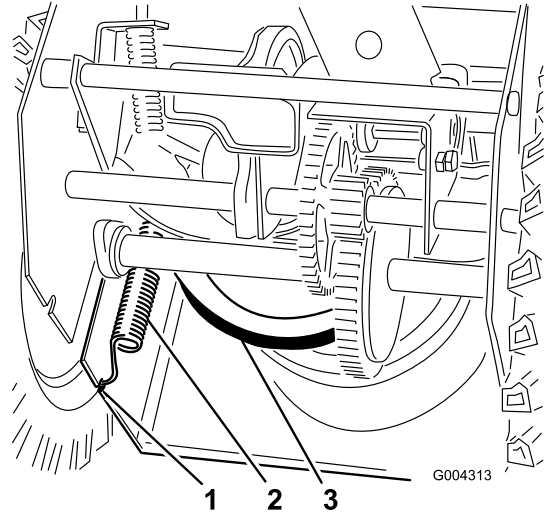

Figure 38
7. Décrochez le ressort de l'encoche dans le bord inférieur du panneau latéral (Figure 38).
13. Raccrochez le ressort dans l'encoche du bord inférieur du panneau latéral (Figure 38).